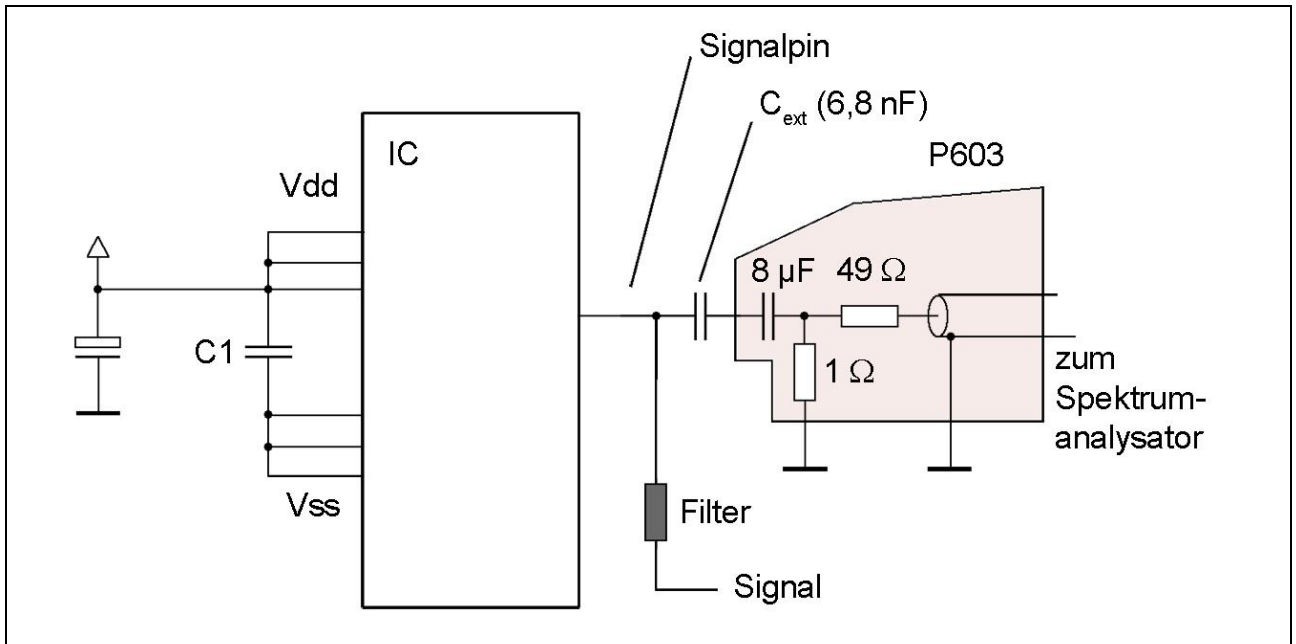

Bild 12: Probe P603, Strommessung an einem unter Funktion stehenden Signalpin
5. Strommessung (**P603**) an einem unter Funktion stehenden Signalpin, **Bild 12**
Für die Strommessung an Signalpins kann durch den externen Kondensator C_{ext} die Belastung des Signalpins, die durch die niedrige Impedanz der Probe (1 Ohm) hervorgerufen wird, vermindert werden (**Bild 12**).